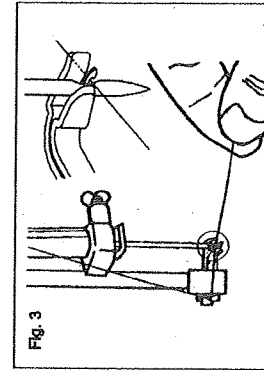

Fig. 3
3. Be sure the thread passes through the needle threader. (Fig. 3)
3. Asegúrese de que el hilo pasa por el enhebrador. (Fig. 3)